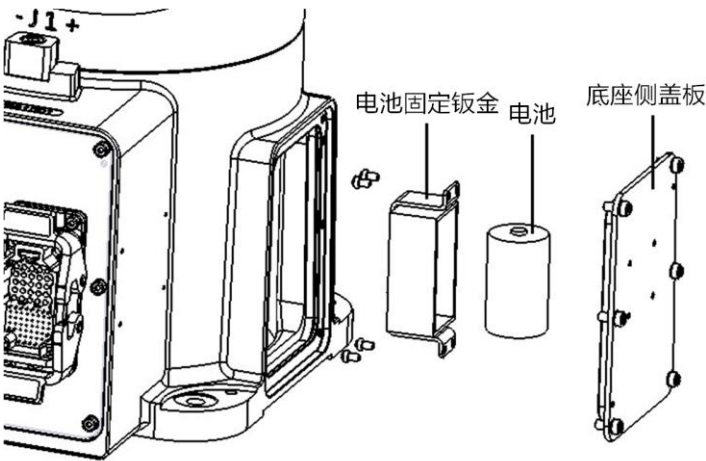

图 9-4 AIR7-920C(-HW)更换电池示意图
- 步骤4. 从盖板上拆卸电池盒固定钣金，即可看到电池，如图 9-4 所示。